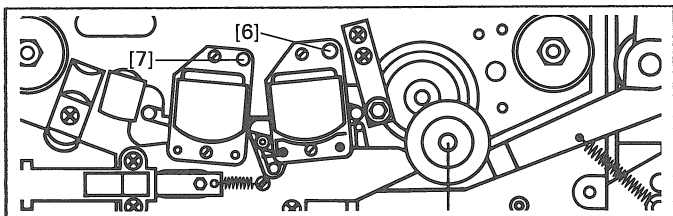

Fig. 10
- Phase mit Justierschraube [6] (Fig. 10) am Wiedergabekopf auf das Spannungsmaximum einstellen.
- Mit Justierschraube [7] des Aufnahmekopfes (Fig. 10) Spannungsmaximum am NF-Millivoltmeter einstellen.